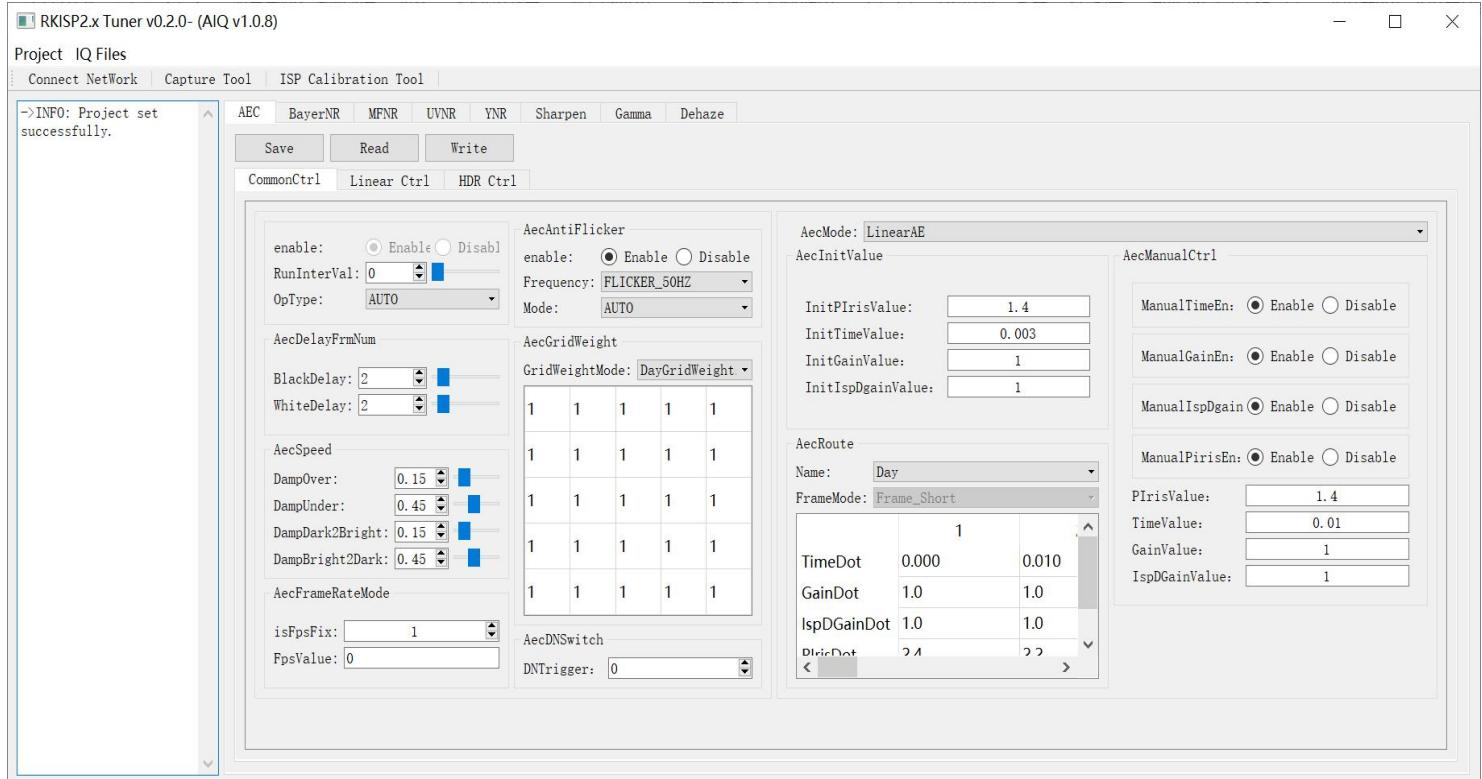

图 3-1-1
1) 打开 RKISP2.x Tuner 后，将会显示 Tuner 的主界面，如图 3-1-1 所示；